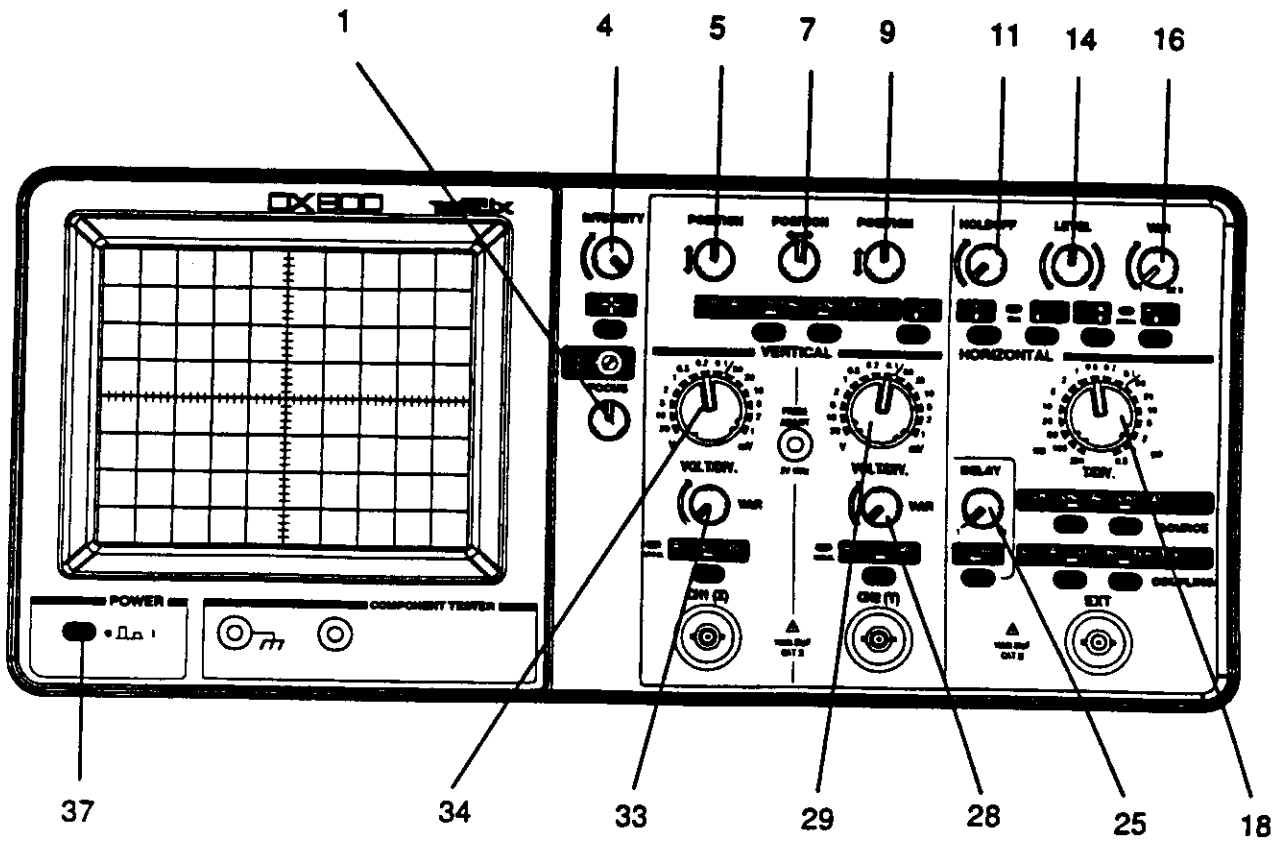

Figure 1
**Remarque :** *si aucune trace n'apparaît après 10 secondes de chauffe, appuyer sur la touche BEAM FIND (3) (figure 1) et centrer les traces à l'aide des commandes rotatives de position (5, 7, 9)*
- Régler l'intensité lumineuse (4) et la finesse des traces (1) (figure 1)